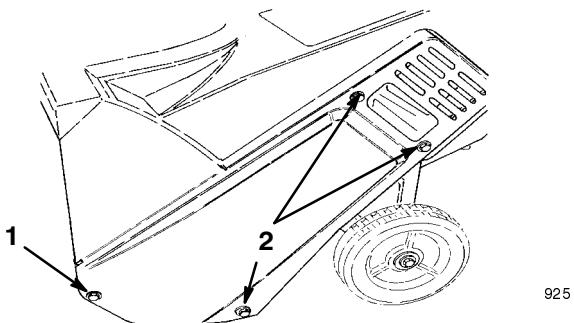

Figure 17
6. Enlevez les trois vis autotaraudeuses, une vis d'assemblage, une rondelle et un écrou qui fixent le côté gauche du carter au châssis de la déneigeuse (Fig. 17).